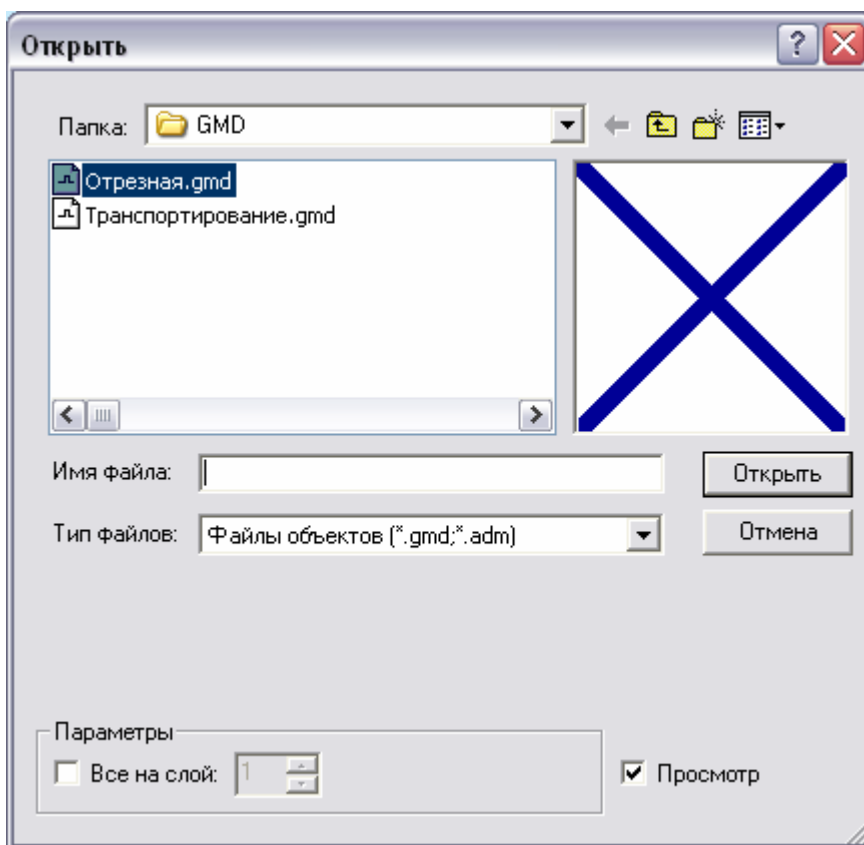

Рис. 36. Диалог «Открытие объекта».
3. Выберите файл (см. Рис. 36). Нажмите кнопку **Ок** - вставить выбранный файл, как объект, в **ВД**. Нажмите **Отмена** - отменить чтение файла.